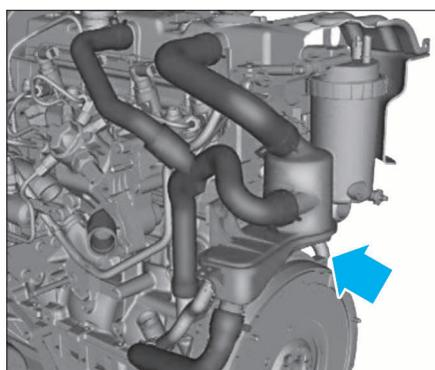

FIG. 9
- Débrancher les canalisations de recirculation des gaz de carter du couvre culasse (Fig.9).